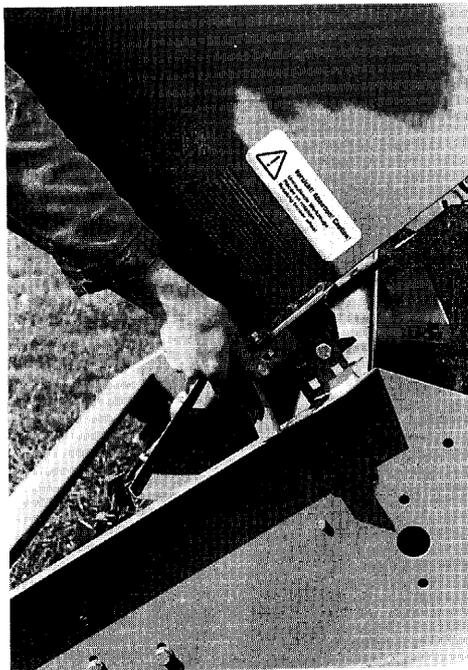

fig. 8
- Sicherheitsstütze einrasten (Fig 8).